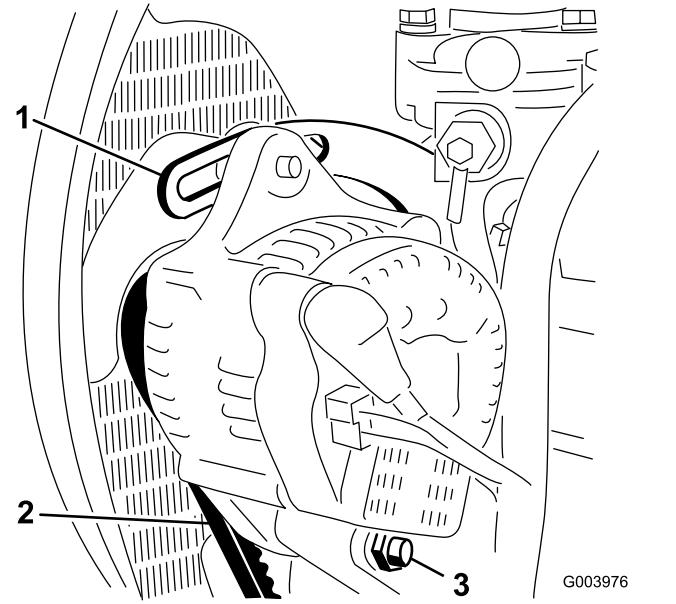

Figure 65
2. Contrôlez la tension de la courroie d'alternateur (Figure 65) en exerçant une force de 10 kg à mi-distance entre les poulies d'alternateur et de vilebrequin.
3. Desserrez le boulon de fixation du renfort au moteur (Figure 65), le boulon de fixation de l'alternateur au renfort et le boulon de pivot.